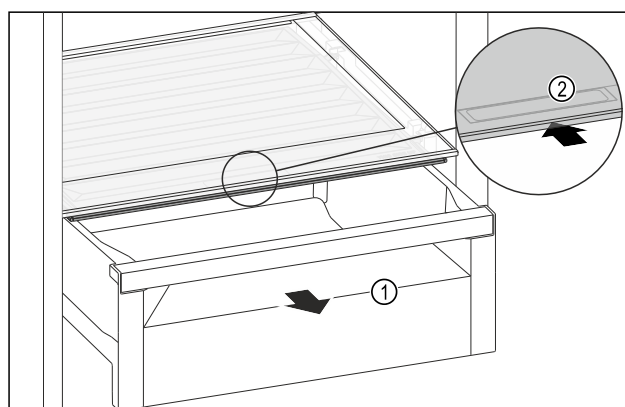

Fig. 154
- Zásuvku Fig. 154 (1) vytáhněte.
- Uchopte prohlubeň pro rukojeť Fig. 154 (2) na víku zásuvky a současně zasuňte víko zásuvky směrem dozadu.